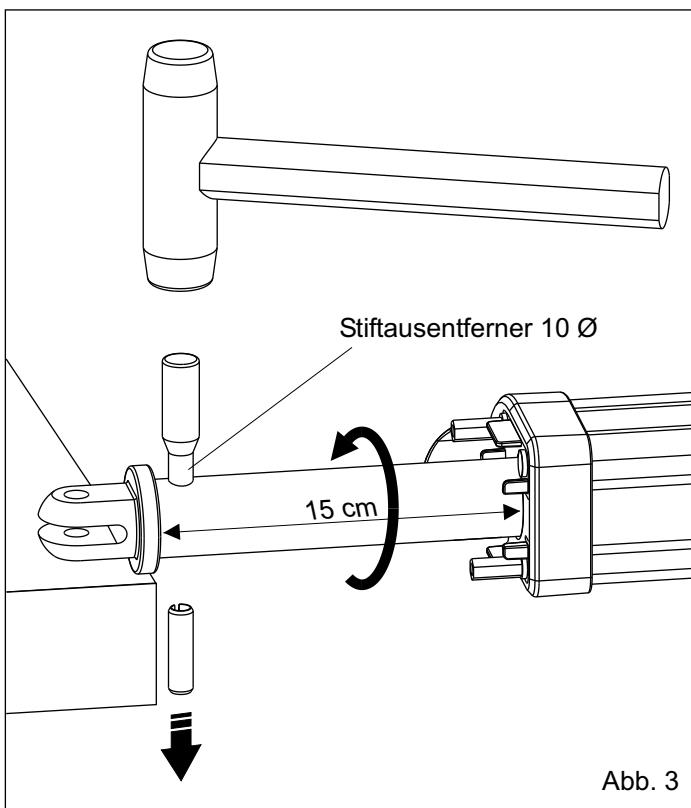

Abb. 3
- Den Schaft im Uhrzeigersinn drehen, um 15 cm herausziehen und den Verriegelungsstift (10cm Ø) der Frontgabel herausziehen, dazu einen Stiftentferner und einen Hammer benutzen (Abb. 3).